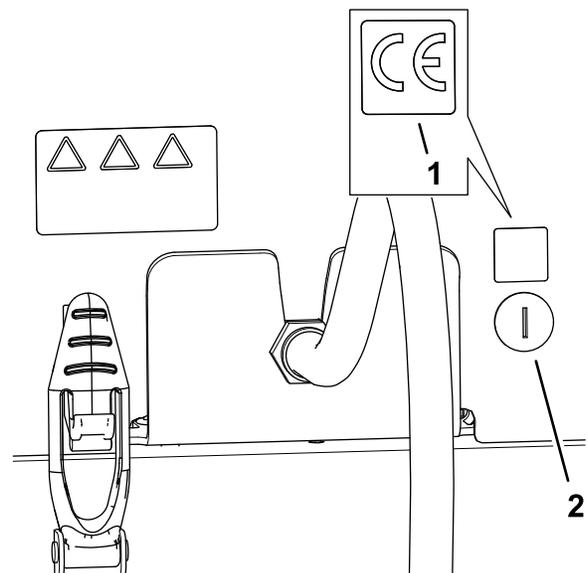

Figura 37
1. Utilizzate alcol etilico e un panno pulito per ripulire l'area del cofano accanto al blocco del cofano e lasciate asciugare il cofano (Figura 37).